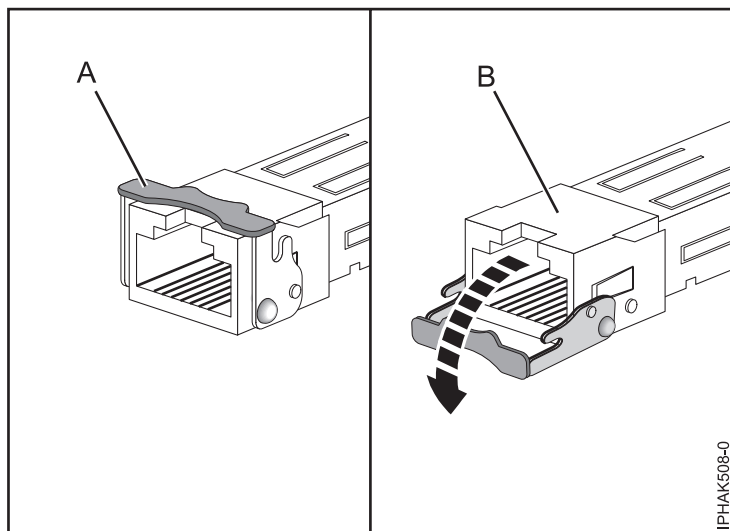

Figure 11. Retrait d'émetteurs-récepteurs SFP de cartes
Remarque : Certaines unités FRU de carte Ethernet ou Fibre Channel nécessitent le retrait (le cas échéant) des émetteurs-récepteurs SFP (compacts et enfichables) pour permettre de retirer la contre-poupée. Placez la carte à plat sur une surface antistatique, ouvrez le loquet (A) en le faisant pivoter vers le bas et en l'écartant de la carte, comme illustré à la figure 11, à la page 24. Faites ensuite glisser l'émetteur-récepteur (B) pour le sortir de la carte. Répétez l'opération pour l'autre émetteur-récepteur.